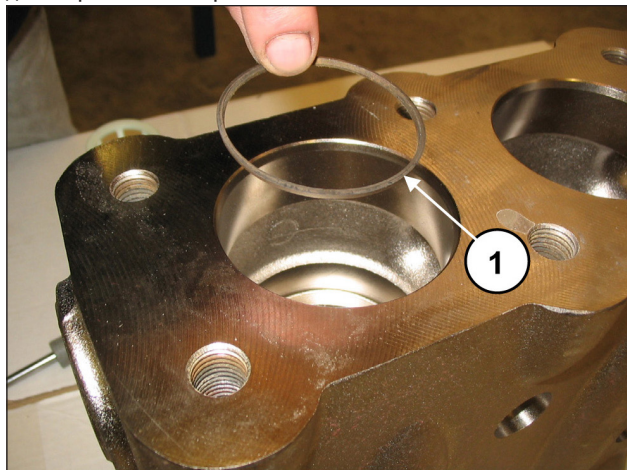

Рис. 102
Вставьте антиэкструзионное кольцо, поз. №4 на детализовочном чертеже (поз. ①, Рис. 102).